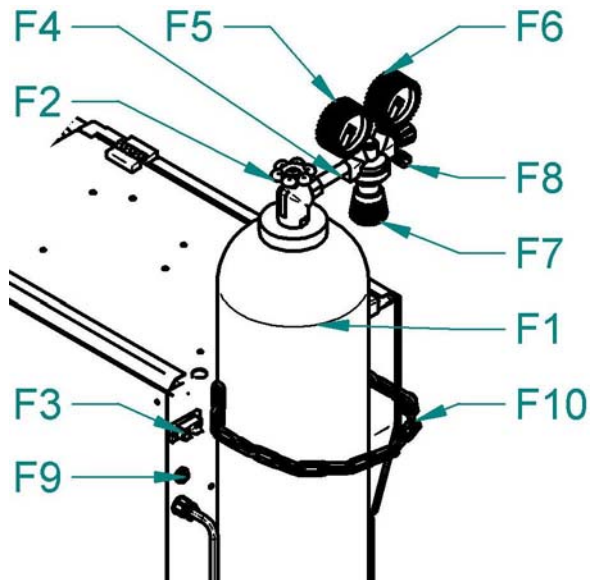

Abb. 15 - Einstellen des Gasflusses
- a) Stecken Sie den Gasschlauch an die Maschine an (Abb. 15, Pos. F9).
- c) Drehen Sie an der Stellschraube (Abb.15. Pos.F7) an der unteren Seite des Reduktionsventiles solange bis der Strömungsmesser (Abb. 15, Pos. F6) die gewünschte Durchflussmenge anzeigt. Jetzt können Sie den Knopf wieder loslassen. Der optimale Durchflussmenge ist 10-15 l/Min.